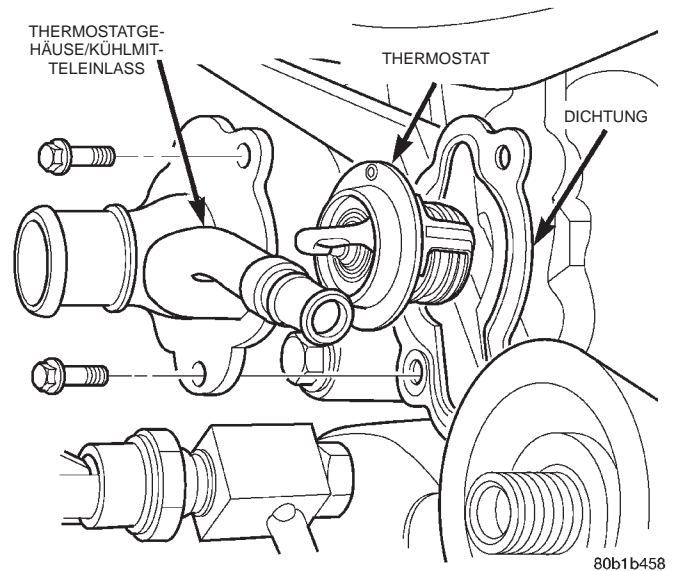

Abb. 17 Thermostat und -gehäuse—3.5L-Motor
- (1) Das Minuskabel am externen Überbrückungsanschluss abbauen.
- (2) Das Kühlsystem entleeren.
- (3) Das Fahrzeug auf einer Hebebühne anheben.
- (4) Die Steckverbinder an den Druckschaltern für Motoröl und Servolenkung abklemmen.
- (5) Den Kühler- und den Heizungsschlauch am Thermostatgehäuse abnehmen.
- (6) Die Schrauben des Thermostatgehäuses lösen (Abb. 17).
- (7) Das Gehäuse, den Thermostat und die Dichtung ausbauen.